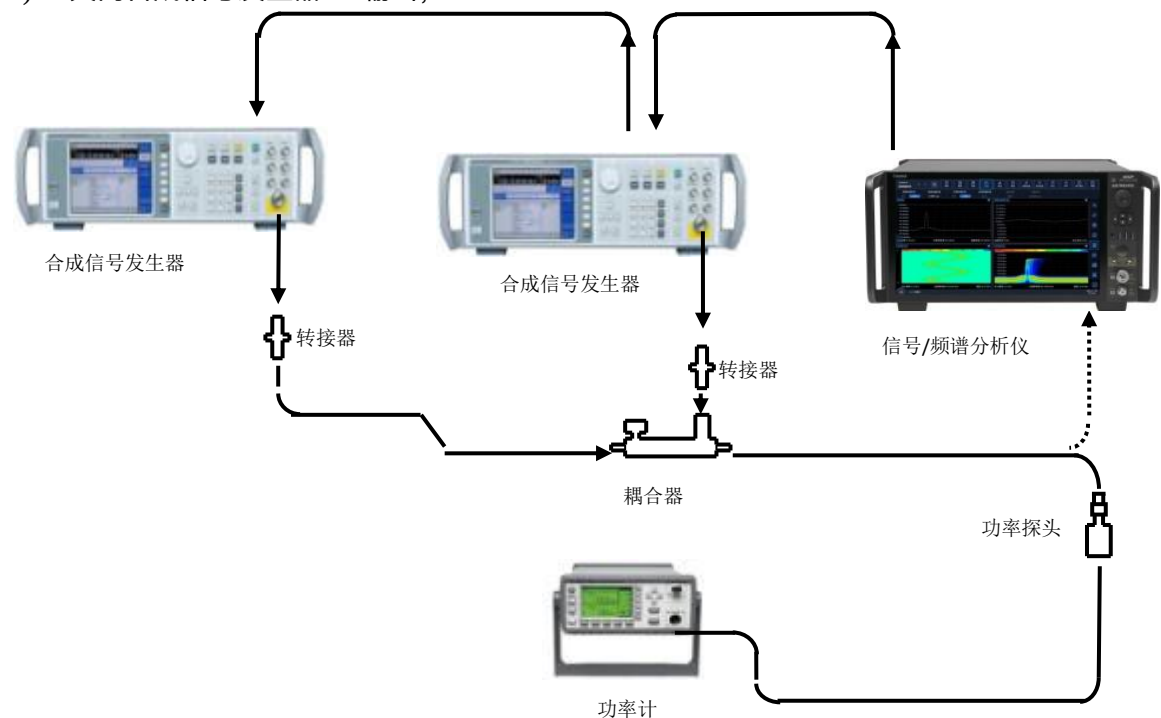

图 7.23 1dB 增益压缩测试示意图
- 2) 如图 7.23 实线所示连接仪器, 射频定向耦合器输出通过转接器连接功率传感器;
- 6) 按图 7.23 所示虚线位置改变测试连接关系, 将定向耦合器输出端口连接到 4082 的相应的射频输入端口 (测试射频输入 1 时连接射频输入 1 端口, 测试射频输入 2 时连接射频输入 2 端口), 打开合成信号发生器 2#的输出, 调整合成信号发生器 2#功率电平使信号峰值在 4082 参考电平下 2 ~ 3 格;
- 10) 如图 7.23 实线所示连接仪器。设置 4082 中心频率 3.5GHz, 1#合成信号发生器频率为 3.503GHz 和 2#合成信号发生器频率为 3.5GHz;
- 15) 如图 7.23 实线所示连接仪器。设置 4082 中心频率 6GHz, 1#合成信号发生器频率为 6.003GHz 和 2#合成信号发生器频率为 6GHz;
- 20) 如图 7.23 实线所示连接仪器。设置 4082 中心频率 10GHz, 1#合成信号发生器频率为 10.003GHz 和 2#合成信号发生器频率为 10GHz;
- 25) 如图 7.23 实线所示连接仪器。设置 4082 中心频率 20GHz, 1#合成信号发生器频率为 20.003GHz 和 2#合成信号发生器频率为 20GHz;
- 30) 如图 7.23 实线所示连接仪器。设置 4082 中心频率 30GHz, 1#合成信号发生器频率为 30.003GHz 和 2#合成信号发生器频率为 30GHz;
- 35) 如图 7.23 实线所示连接仪器。设置 4082 中心频率 40GHz, 1#合成信号发生器频率为 40.003GHz 和 2#合成信号发生器频率为 40GHz;
- 40) 如图 7.23 实线所示连接仪器。设置 4082 中心频率 46GHz, 1#合成信号发生器频率为 46.003GHz 和 2#合成信号发生器频率为 46GHz;
- 45) 如图 7.23 实线所示连接仪器。设置 4082 中心频率 49GHz, 1#合成信号发生器频率为 49.003GHz 和 2#合成信号发生器频率为 49GHz;
- 50) 如图 7.23 实线所示连接仪器。设置 4082 中心频率 56GHz, 1#合成信号发生器频率为 56.003GHz 和 2#合成信号发生器频率为 56GHz;
- 55) 如图 7.23 实线所示连接仪器。设置 4082 中心频率 64GHz, 1#合成信号发生器频率为 64.003GHz 和 2#合成信号发生器频率为 64GHz;